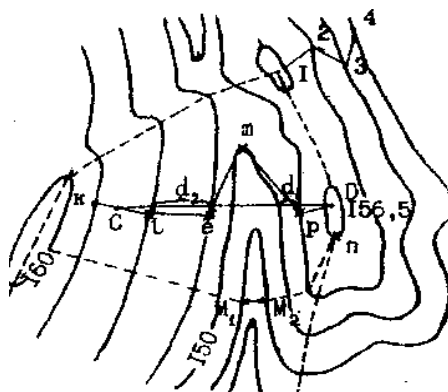

Рис. 5 Определение высот точек по карте
- К (рис. 5), лежит высота равна т.е. 157.5м.
в) если точка расположена внутри фигуры, образованной замкнутой горизонталью, как точка Д на рис.5, то условно считают, что превышение ее над горизонталью равно половине сечения. Значит отметку точки Д следует принять равной 156.5м.